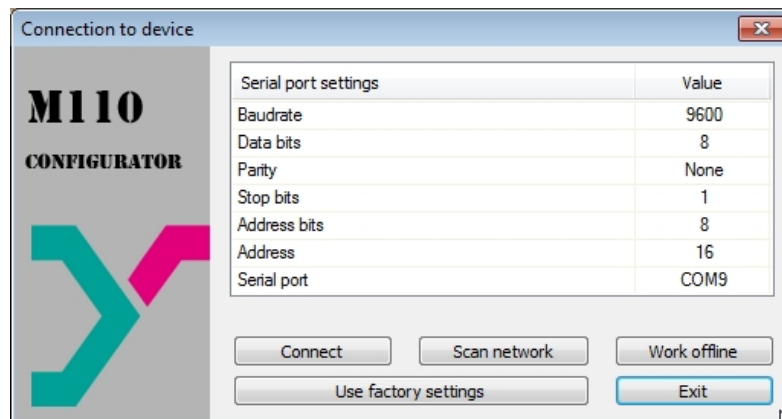

Abb. 7.1 Startfenster des Konfigurationsprogramms
- Im Fenster „Connect Device“ die Werte aus der Tabelle 7.1 eintragen oder die Schaltfläche „Use factory settings“ betätigen (siehe Abb. 7.1)